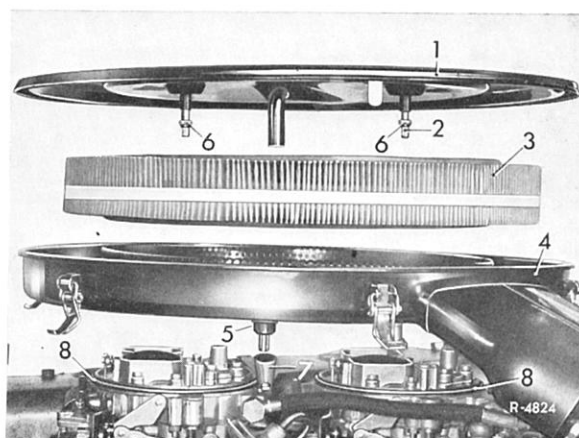

Bild 09-1/4
- 5 Gummiring (8) auf beide Vergaser auflegen (Bild 09-1/4).